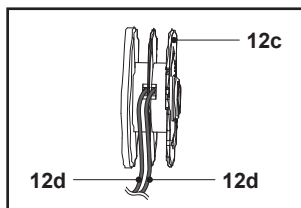

Rys. 24
6. Zwolnić żyłkę tnącą (12d) z nacięć i przytrzymać ją w tym położeniu. Nie dopuścić do oddzielenia żyłki tnącej (12d) od szpuli żytkowej (12c) (rys. 24, krok 1).
7. Poprowadzić koniec żyłki tnącej przez przetłokę (12h) w obudowie (12e) (rys. 24, krok 2).
9. Włożyć szpulę żytkową (12c) do obudowy (12e) (rys. 24, krok 3). Obrócić szpulę, aż zablokuje się na swoim miejscu.